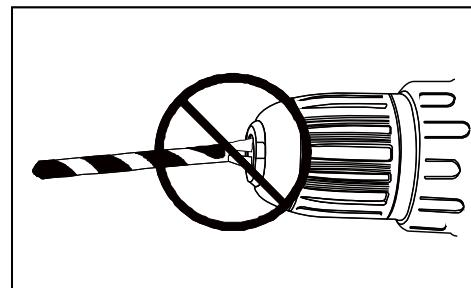

Рисунок 4. Неправильная установка оснастки.
**ЗАПРЕЩЕНО!** Никогда не закрепляйте оснастку как показано на рисунке (Рисунок 4). Оснастка должна быть зафиксирована ровно и всеми губками патрона одновременно.